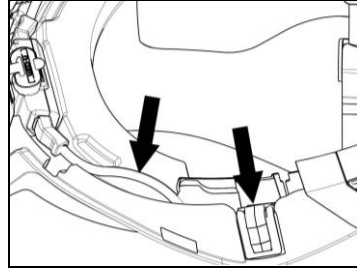

Fig. 16
- Pasar el cable dentro del casco y colocar el cierre de fijación de la izquierda en su alojamiento (Fig. 16).